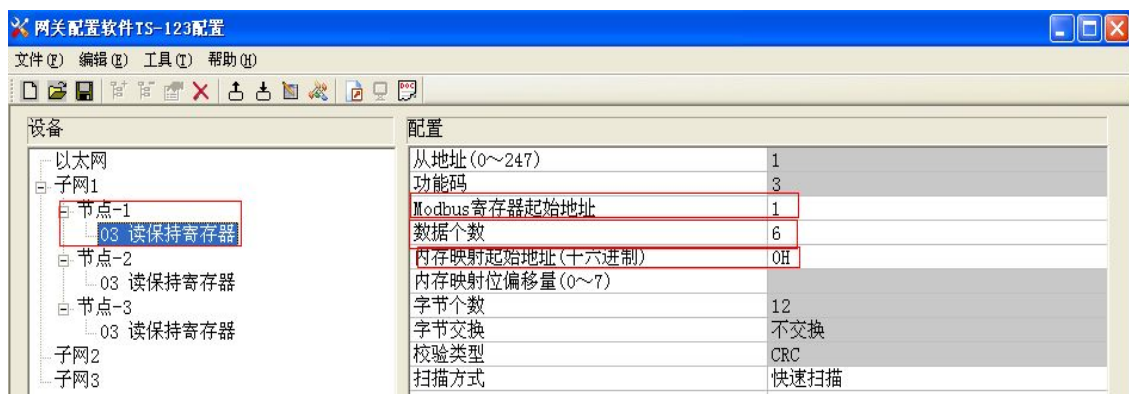

图 4
- 配置命令参数：如图 4 所示，先在子网 1 下面建立要连接的 3 个从站设备的地址即节点 1 到 3，在节点 1 下面添加 03 读保持寄存器命令读取寄存器 1 到 6（即 40002 到 40007）对应 3 个通道温湿度所在寄存器中的值，由于 6 个寄存器的地址连续，故只需配置起始的寄存器地址 1，6 个寄存器（数据个数），TS-180 网关的 MODBUS 主站要把读到的从站数据